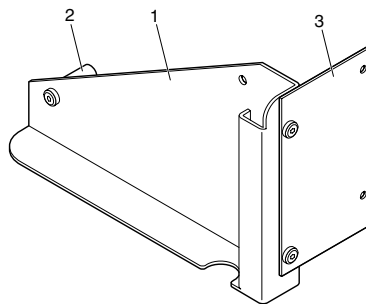

Figura 3:
Está compuesto por el soporte de visualización (1), el soporte distanciador (2) y la chapa lateral (3) (Figura 3).